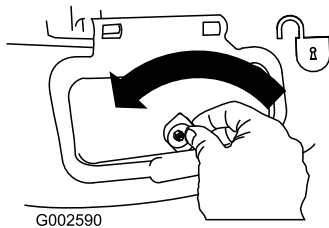

Figure 31
- 1. Unlock the side-discharge door (Figure 31).